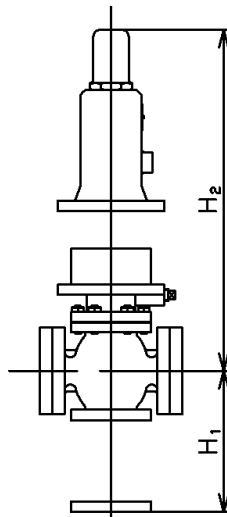

図 11
- (1) 配管取付方向は、水平です。
- (2) 保守・点検・修理に必要なスペースを確保してください。
- (3) 分解点検には、配管センターより上方に H_2 以上のスペースと、配管センターより下方に H_1 以上のスペースが必要ですので、配管時には H_2 、 H_1 以上のスペースを取ってください。(表 7、図 11 参照)